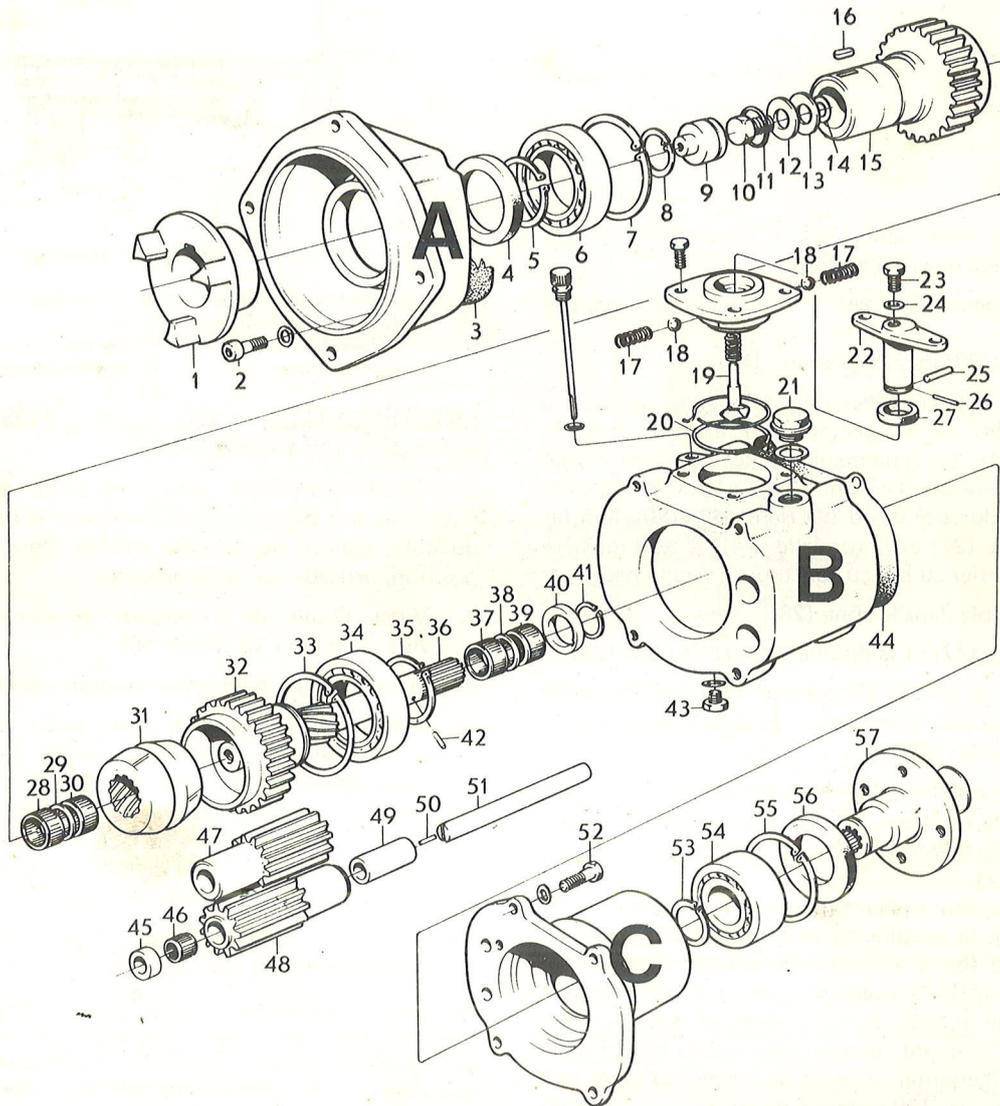

Figure 59. Inverseur du type MS, sans réducteur
2. Vider l'huile de l'inverseur après avoir enlevé le bouchon de vidange d'huile (43, figure 59). Retirer la jauge d'huile et enlever le bouchon de remplissage d'huile.
3. Enlever les quatre vis de fixation du mécanisme de commande et soulever le couvercle jusqu'à ce qu'on arrive à saisir le cône de glissement (19) avec une main. Déposer ensuite tout le mécanisme.
4. Poser l'inverseur verticalement, côté de liaison avec le moteur tourné vers le bas. Enlever les quatre vis (52) et déposer le carter arrière. Si l'inverseur est muni d'un réducteur, il faudra plutôt démonter ce dernier. Enlever le joint (44). Au plan de séparation entre le carter arrière (ou réducteur) et le carter intermédiaire, se trouvent deux embouts d'arbre. Les fixer avec des bouts de papier adhésif par exemple, afin d'empêcher ces arbres de tomber lorsqu'on retourne l'inverseur.
6. Enlever le jonc de verrouillage (8) et sortir la douille (9) en se servant de l'outil 884490. Extraire le flasque d'entraînement (1) en se servant d'un extracteur.
7. Enlever les quatre vis (2) d'assemblage du carter intermédiaire au carter avant.
8. Débloquer la vis (10) et la desserrer de deux à trois tours.
9. Retourner encore l'inverseur et le poser sur la bride du carter avant. Enlever ensuite le jonc de verrouillage (41) et retirer la rondelle (40). Avec une pince, retirer la goupille de positionnement (42) de l'arbre (36).
10. Frapper légèrement avec un maillet en caoutchouc sur le carter intermédiaire pour le détacher du carter avant. Soulever ensuite avec précaution le carter intermédiaire. Veiller à ce que les arbres (51) ne tombent pas hors du carter intermédiaire. Les maintenir en place avec des bouts de papier adhésif par exemple. Récupérer les roulements à aiguilles (37 et 39) et la rondelle entretoise (38).
11. Déposer le manchon d'accouplement (31) de l'arbre.